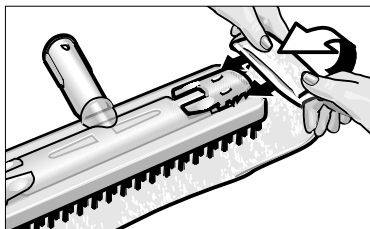

Abb. 3: Aufziehen des Wischlappens
- Befestigen Sie den Wischlappen (F3) an der Bodendüse (F1). Falten Sie dazu den Wischlappen längs zusammen und stellen Sie die Bodendüse darauf. Ziehen Sie nacheinander die überstehenden Enden des Wischlappens unter die Halteklammern (F2) (siehe Abb. 3).